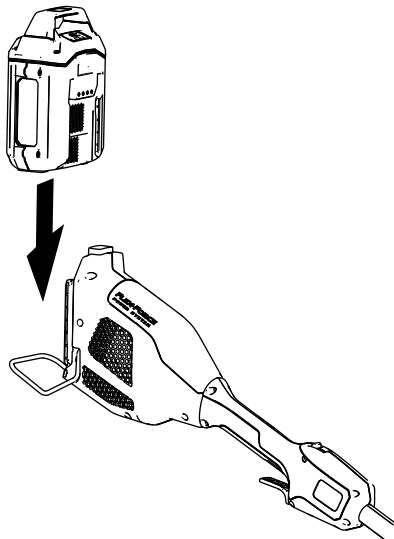

Figure 7
3. Alignez le creux de la batterie sur la languette du corps de la poignée (Figure 7).